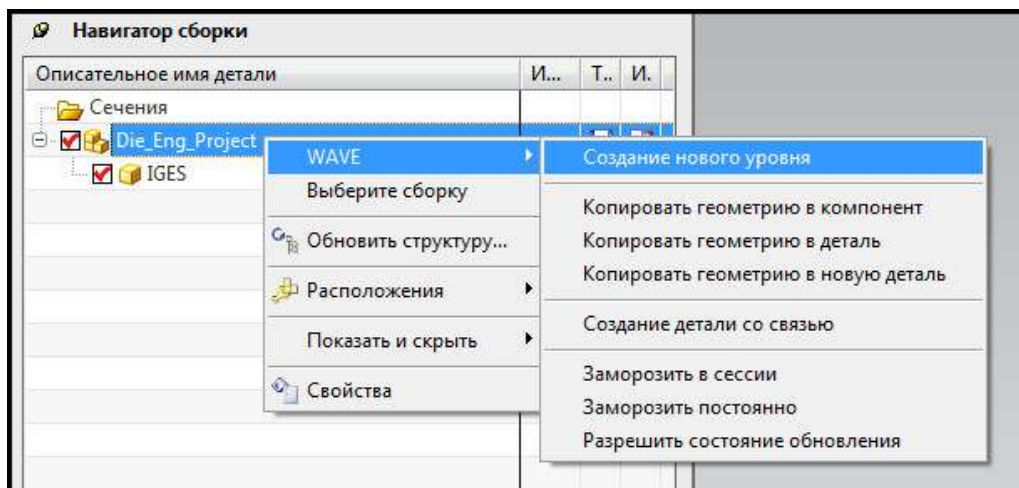

Рис. 7.4. Создание нового компонента
- Создайте новый пустой компонент, в котором будет происходить компоновка техпроцесса, выбрав правой кнопкой мыши файл сборки **Die\_Eng\_Project**. Укажите строку **Создание нового уровня** (рис. 7.4).